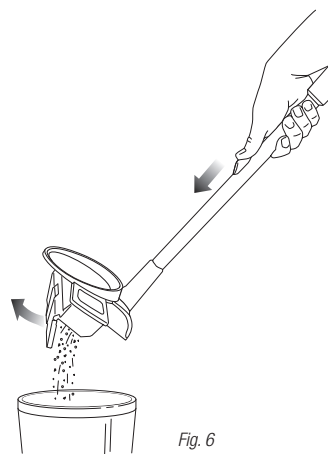

Fig. 6
- 7 Tenez la coupelle à poussière au-dessus d'une poubelle et enfoncez le bouton de vidange situé dans la partie inférieure du manche. Une fois la coupelle à poussière sans contact direct «No-Touch» vidée, remettez-la dans l'appareil en l'enclenchant doucement en place. (fig. 6)